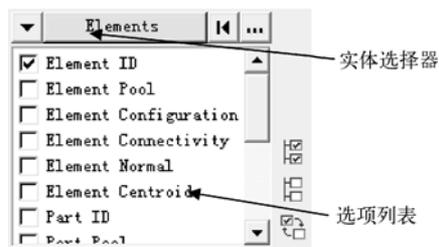
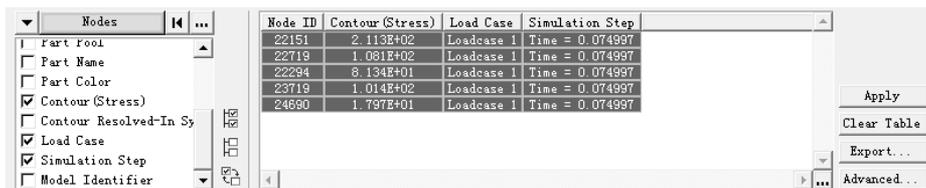
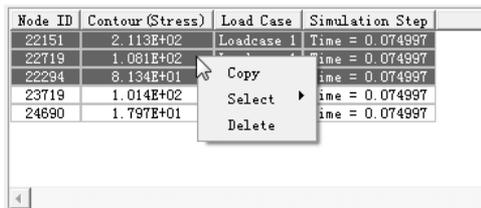

图 13-22 确认实体选择器
图 13-23 查询所选单元 ID 编号、相应应力值、工况以及仿真步
图 13-24 数据结果后处理
- (1) 载入 truck.key 模型和 d3plot 结果文件。
- (2) 在工具栏单击 Contour (🌈) 按钮。在 Result 下选择 Stress(t)和 VonMises。
- (3) 单击 Apply 按钮。
- (4) 单击 (▶) 按钮, 运行模型动画。
- (5) 停止动画。
- (6) 在工具栏单击 Query (🔍) 按钮。
- (7) 确认实体选择器设置为 Elements, 如图 13-22 所示。
- (8) 单击 (🗑) 按钮, 取消选择选项列表中的所有项目。
(9) 在选项列表中选择 Element ID、Contour (Stress)、Load Case 和 Simulation Step, 如图 13-23 所示。
- (10) 在图形区选择模型的几个单元。
- (11) 单击 (🌈) 按钮, 返回 Contour 面板。
- (12) 在 Averaging method 下拉菜单中选择
(13) 单击 Apply 按钮，结果如图 13-23 所示。
(14) 单击 Query Result 按钮，它位于 Contour 面板右下角。确定实体选择器设置为 Nodes。
(15) 在选项列表中选择 Element ID、Contour (Stress)、Load Case 和 Simulation Step。
(16) 在图形区点选模型上的几个节点。
(17) 单击 Export 按钮，将表格中数据存储成 query.csv 文件。通过 Export 选项可以将查询的结果信息保存成.csv 文件用于进一步的研究，而不需要再次查询相同的数据。
(18) 高亮显示列表中部分行。如图 13-24 所示，在高亮显示的列表中右击鼠标。
(19) 在弹出的可用选项中选择 Copy，此时可以将所选列表复制到文本编辑器中。